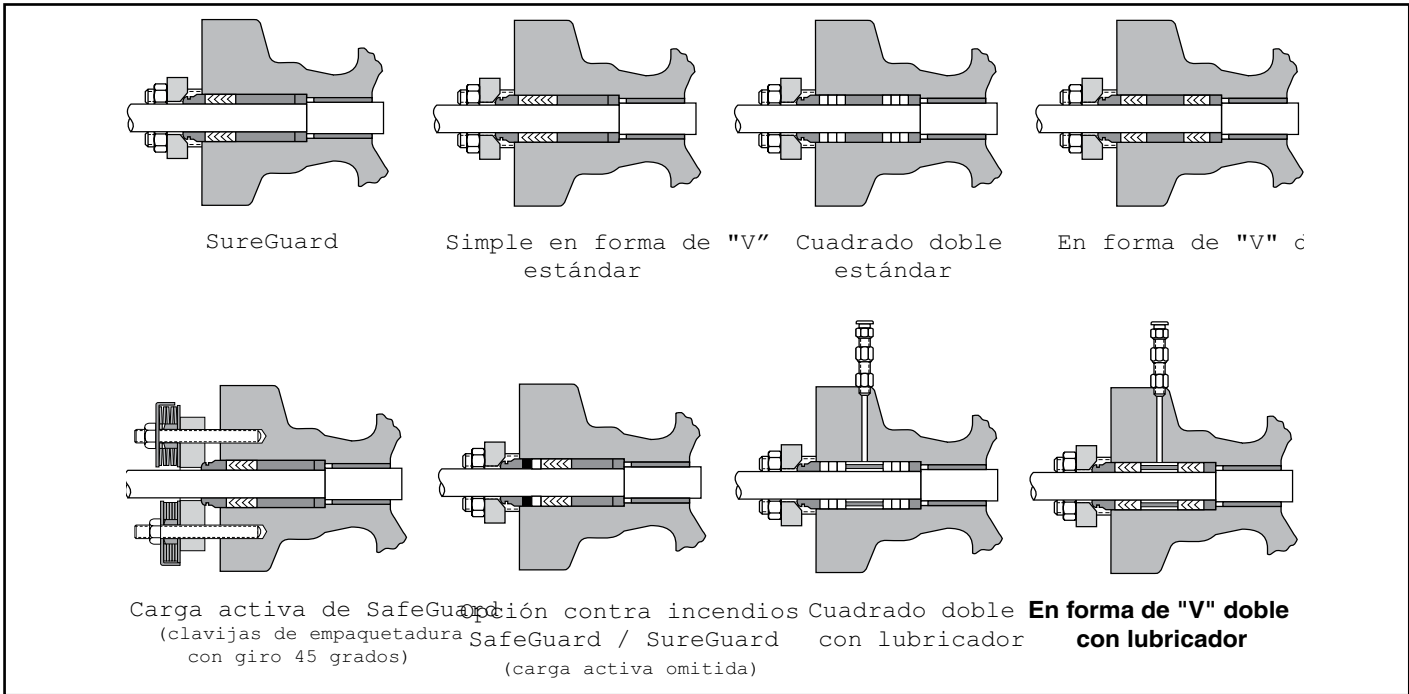

Figura 3: Configuraciones de empaquetadura de ShearStream HP
8.2.9 Deslice el cojinete de empuje, el separador de empaquetadura, la empaquetadura y el rodillo de leva de empaquetadura sobre el extremo ranurado del eje y dentro del cuerpo. Las configuraciones típicas de las empaquetaduras se muestran en la Figura 3. (para los diseños de 1 pulgada, consulte el Paso 6).